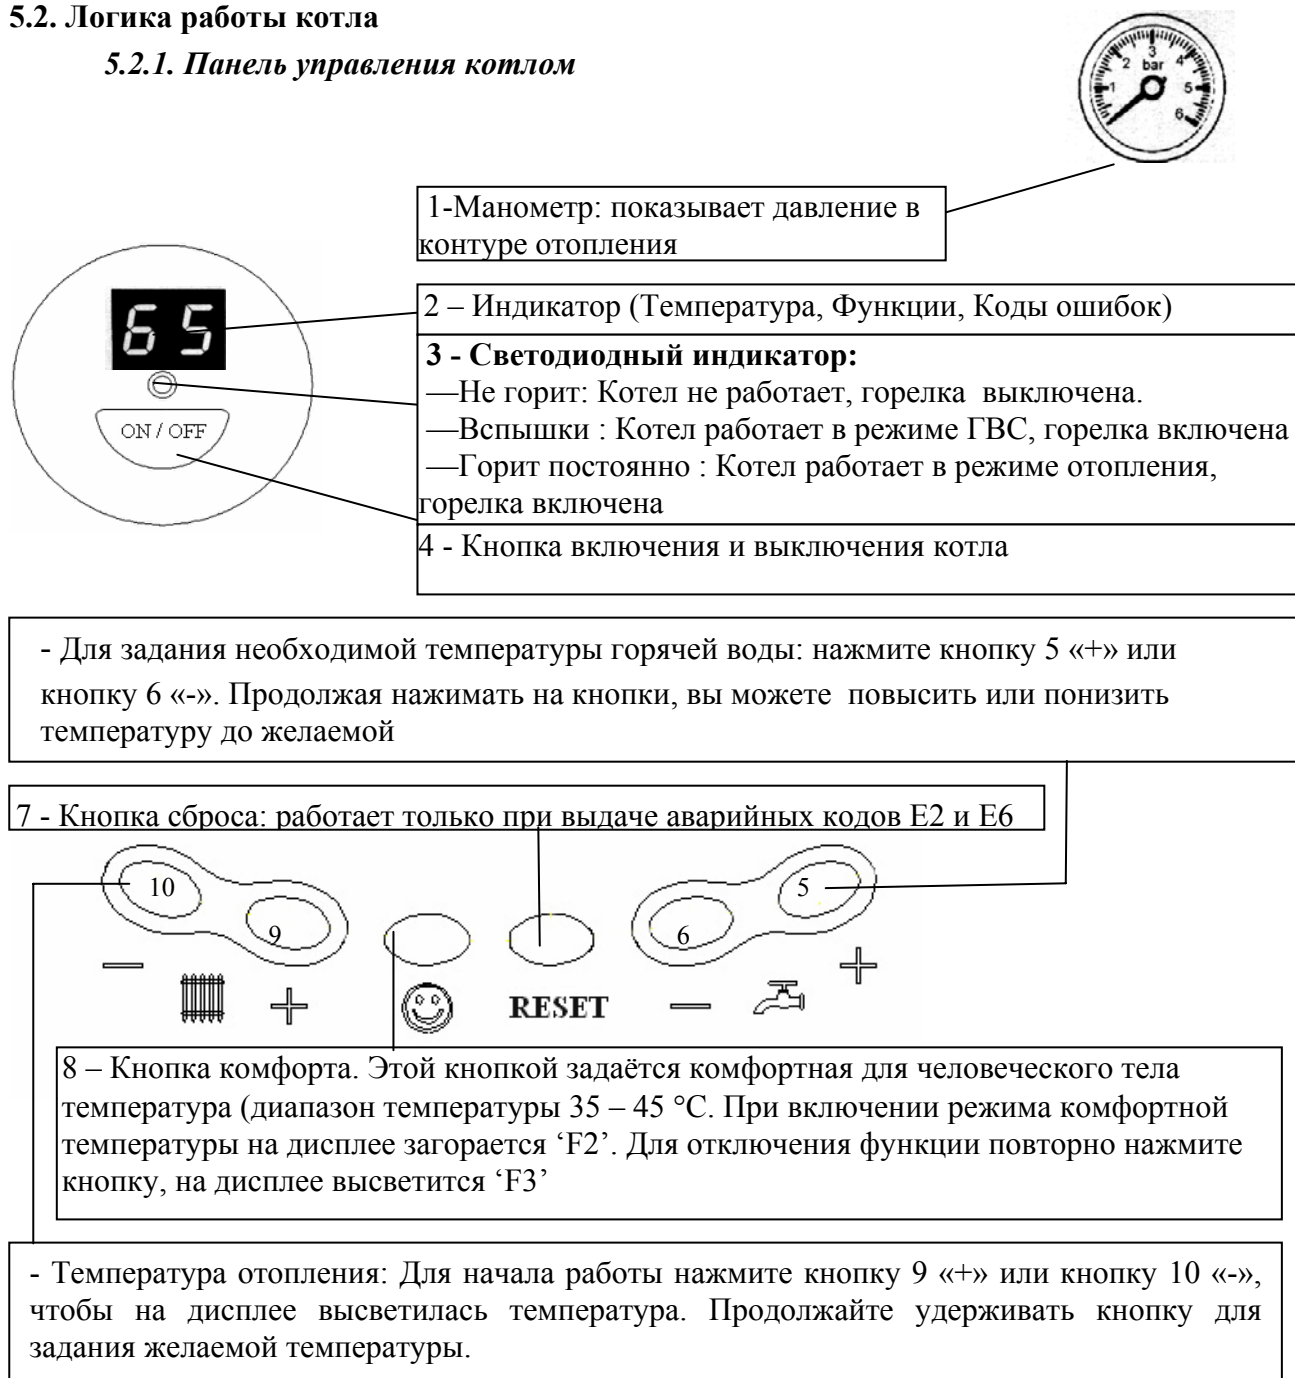

Рис. 5 Панель управления котлом
При нажатии на кнопку 4 (рис.5) управляющий контроллер начинает выполнять предпусковые операции в следующем порядке:
Контроллер получает значение текущей температуры теплоносителя от датчика температуры контура отопления 10. Значение температуры отображается на индикаторе 2 (см. рис.5);
Контроллер сравнивает сигнал датчика температуры контура отопления 10 со значением температуры, заданным пользователем при помощи кнопок 9 и 10 (см. рис.5). При разности указанных температур более 2 °С контроллер меняет напряжение на модуляторе, чтобы обеспечить модуляцию пламени и изменение мощности котла в соответствии с потребностью контура отопления.
В случае пуска в режиме ГВС (при нажатии на кнопку 4 (см. рис.5) и открытом кране на линии водоразбора, управляющий контроллер начинает выполнять предпусковые операции в следующем порядке:
Контроллер проверяет положение трехходового клапана 12. Если клапан находится в положении «Отопление» (верхнее по схеме на рис. 4), то контроллер подает напряжение на сервомотор 11 для перевода клапана в положение «ГВС» (нижнее по схеме на рис. 4). Контур отопления отключается от котла, а теплоноситель направляется в пластинчатый теплообменник контура ГВС 15, то есть осуществляется принцип приоритета ГВС. Индикатор 3 (см. рис.5) начинает мигать, сигнализируя о работе котла в режиме ГВС;
сигнал датчика температуры контура ГВС 16 со значением температуры, заданным пользователем при помощи кнопок 5 и 6 (см. рис.5).
6.2.1. Откройте газовый кран перед котлом, проверьте, открыты ли краны на прямой и обратной линиях отопления, включите котёл, нажав кнопку 4 (см. рис.5). Котел начнет работу в режиме отопления (индикатор 3 горит постоянно).